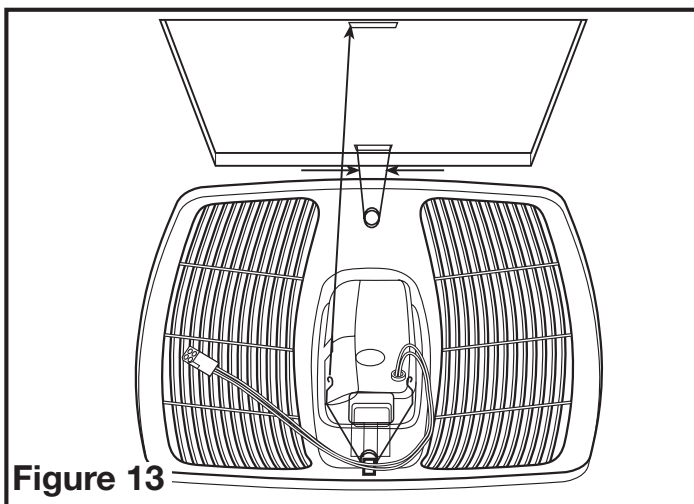

Figure 13
5. Installez la grille en pressant les ressorts ensemble pour les installer dans la fente la plus éloignée du compartiment de câblage sur le boîtier du ventilateur. Attachez le câble à connexion rapide de 4 broches de la grille au connecteur de 4 broches sur le dessus du couvercle du compartiment de câblage. Le câble ne s'insère que d'une façon dans la prise. Installez l'autre ressort et poussez la grille vers le haut en place (**Figure 13**).